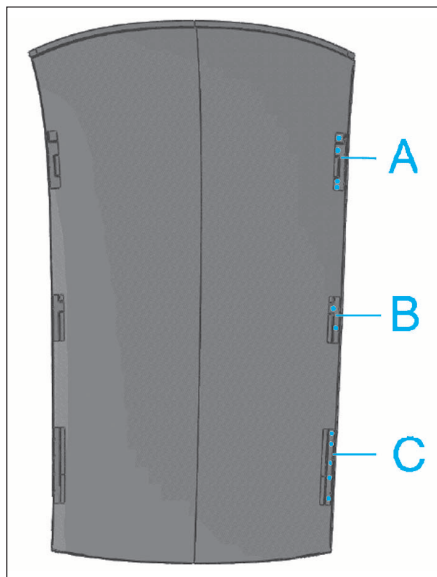

FIG. 47
- Percer des trous de Ø 4,8 mm (Fig.47) :